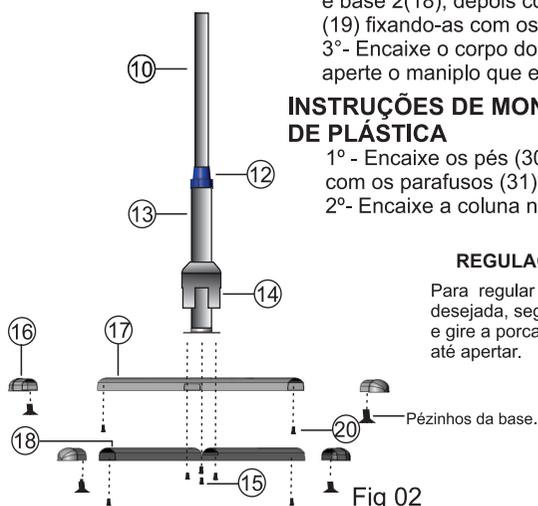

Fig 02
- 1º- Encaixe a base 1 (17) sobre a base 2 (18) e parafuse a coluna 2 (13) nas bases 1 e 2 com os parafusos (15). Para encaixar a canopla (14), retire a porca de regulagem (12). Conforme Fig. 02.
- 2º- Encaixe os acabamentos da base (16) na base 1 (17) e base 2(18), depois coloque os pezinhos antiderrapantes. (19) fixando-as com os parafusos (20). Conforme Fig. 02.
- 3º- Encaixe o corpo do ventilador (07) na coluna 1 (10) e aperte o manípulo que esta no corpo do ventilador.